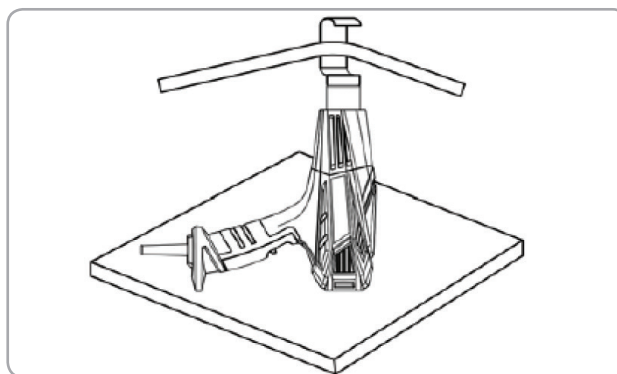

Fig.8
- Când se înmoaie modelați tubul dându-i forma dorită Fig 8